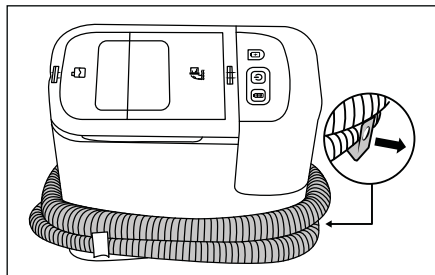

Abb. 10
- ⓘ **Hinweis:** (1) Leeren Sie den Frischwasserbehälter 2 aus, wenn Sie das Gerät eine längere Zeit nicht benutzen. (2) Bewahren Sie das Gerät nur im gereinigten Zustand auf. Beachten Sie hierzu die Beschreibung im Kapitel 7. **Reinigung und Pflege.**
- ◆ Ziehen Sie die Schlauchhalterung 15 aus dem Gerät. Legen Sie den Sprüh-/Saugschlauch 19 um das Gerät und verwenden dabei die Schlauchhalterungen 15/16 (siehe Abb. 10).